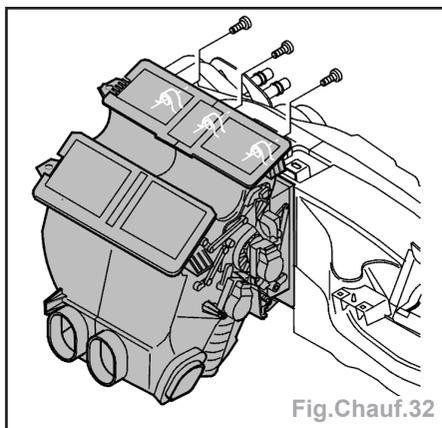

Fig. Chauff.32
- les 3 vis de l'unité électrique centrale (fig. Chauff.32).